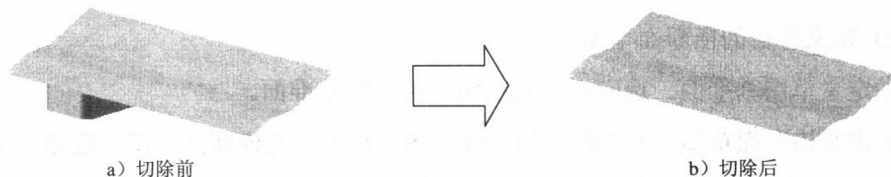

图 2.8 “使用曲面切除 2”
(3) 定义切除的方向。采用系统默认的切除方向。
(4) 单击窗口中的 按钮，完成使用曲面切除 1 的创建。
Step6. 添加图 2.8 所示的“使用曲面切除 2”。
(1) 选择下拉菜单 **插入(I)** → **切除(C)** → **使用曲面(U)** 命令。
(2) 定义切除曲面。选择曲面一拉伸 1 作为切除曲面。